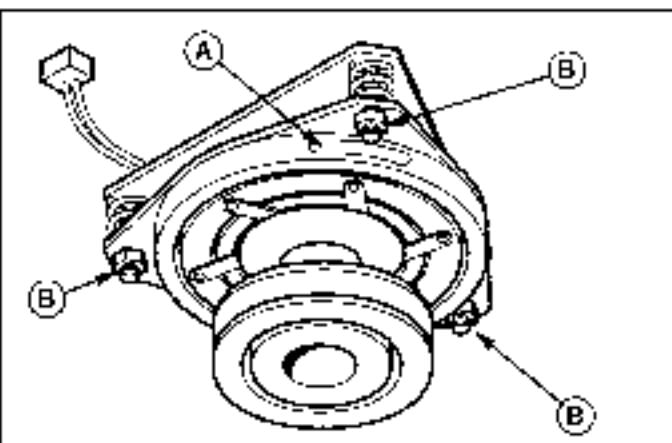

Figura 21. Ajuste de embrague del PTO
2. Tome nota de la posición de las 3 ventanas de ajuste (A, Figura 21) en el lado del disco porta freno y las tuercas mecánicas de ajuste (B).